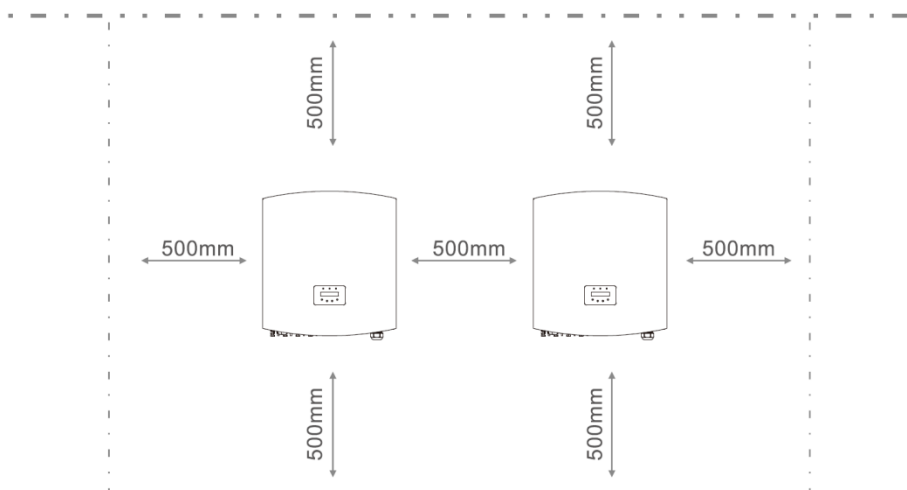

Рисунок 5.2 – Рекомендации по расстояниям
- При установке системы из нескольких инверторов необходимо соблюдать дистанцию в 500 мм между инверторами и до ближайших поверхностей. Расстояние от основания инвертора до поверхности пола так же должно составлять не менее 500 мм. См. рисунок 5.2.